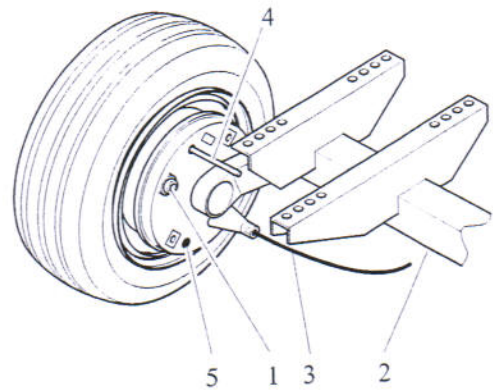

Fig. 5.5 Ajuste de las zapatas de freno
Levante y apoye el compresor. Asegúrese de que todos los frenos estén quitados, (freno de sobrevelocidad y palanca del freno de mano). Los cables de los frenos deben estar libres de tensión. Bloquee las levas pivotantes del freno de la rueda desde el exterior por medio de un pasador de $\varnothing$ 4 mm (4) a través del orificio que se muestra en la Fig. 5.5.